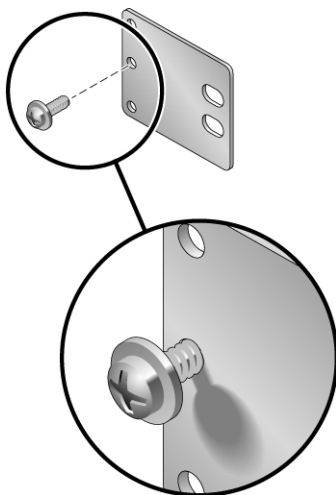

図 4-5 背面プレート上での中間のラック位置用のねじの取り付け
- a. 各背面プレートで M5×10 SEM ねじを 1 本ずつ使用して、背面プレートの 3 つの取り付け位置のいずれかにねじを緩く取り付けます (図 4-5)。
取り付け位置は、ラック内のレールの厚さによって決まります。たとえば、図 4-5 は、背面プレート上での中間ラック位置用のねじの取り付けを示しています。